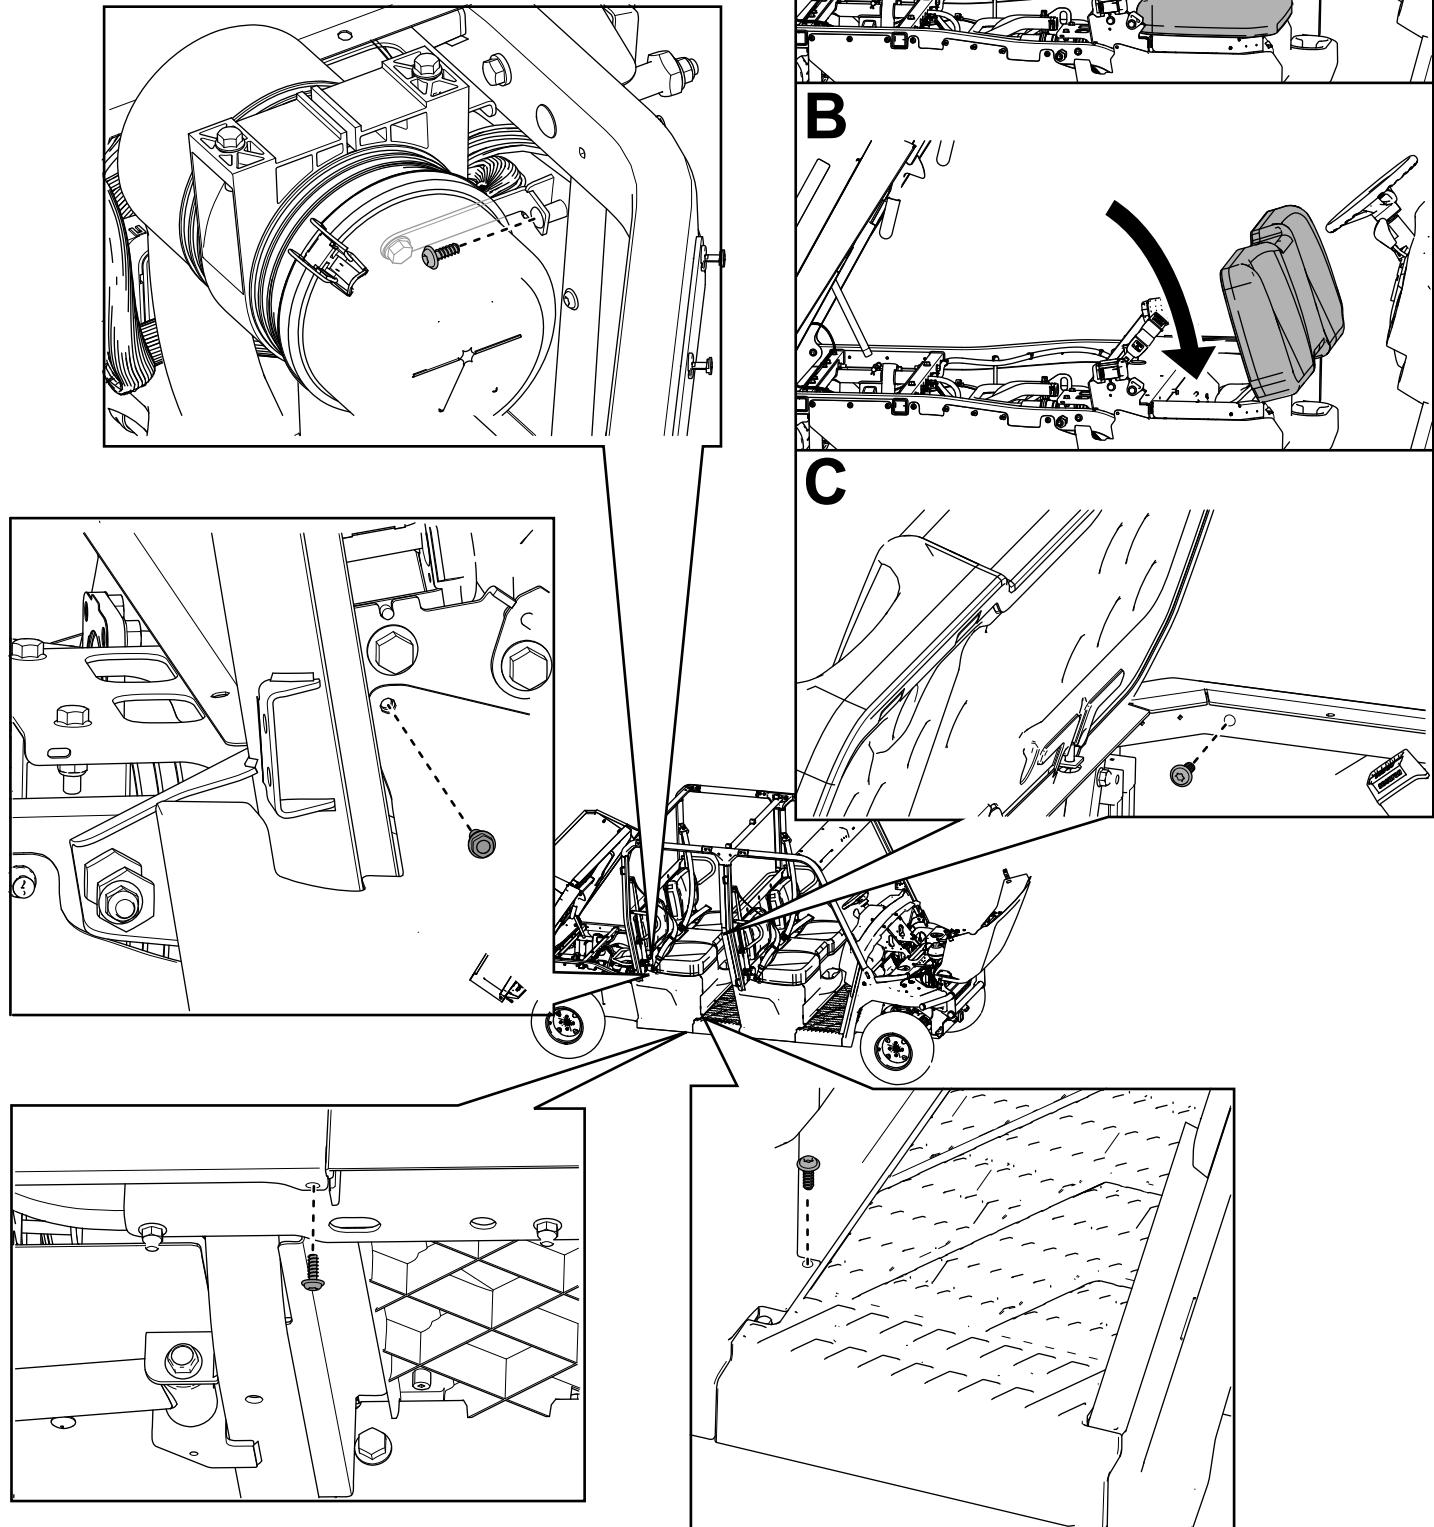

図 59
32. 図 59 のように、左側 2 枚、右側 2 枚のシートベースパネルを固定する先ほど外した六角ワッシャボルト 1/4 x 3/4" を使用する。